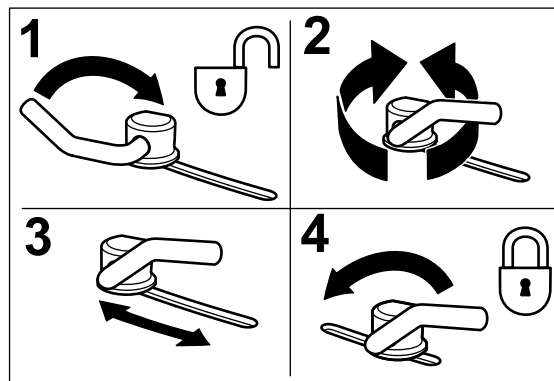

Figura 15
1. Para ajustar los bloqueos de leva, levante la palanca para aflojar el bloqueo de leva (Figura 15).
3. Devuelva la palanca a su posición original para apretar el deflector y los bloqueos de leva (Figura 15).